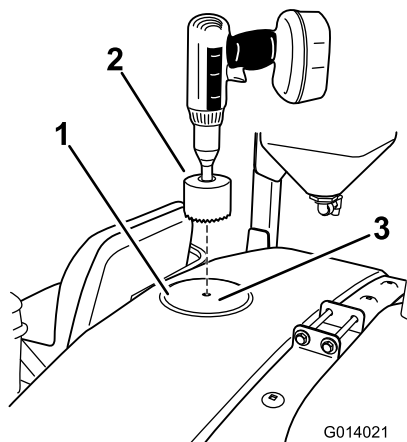

Figure 20
1. Localisez l'emplacement avant sur le haut de la cuve, comme montré à la Figure 20.
2. Utilisez une scie cylindrique de 9 cm pour percer un trou à l'emplacement indiqué par le repère (Figure 20).